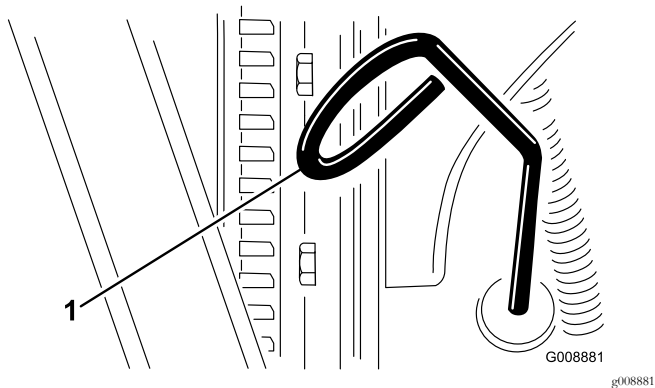

Bild 37
2. Nehmen Sie den Peilstab (Bild 37) heraus und wischen Sie ihn mit einem sauberen Lappen ab.